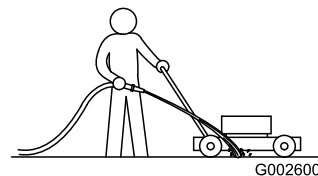

Figura 17
3. Mentre il motore acceso e la lama   innestata, spruzzate un getto d'acqua davanti alla ruota **destra** posteriore (Figura 17).